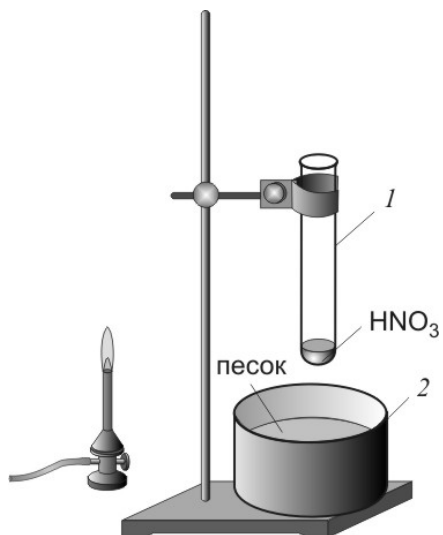

Рис. 3. Изучение свойств дымящей азотной кислоты
1. Закрепите вертикально в лапке штатива пробирку над баней с песком (рис. 3) и налейте в нее 1 – 2 мл дымящей азотной кислоты. Слегка подогрейте кислоту газовой горелкой (в защитных очках и перчатках!) и опустите в нее тлеющую лучинку.